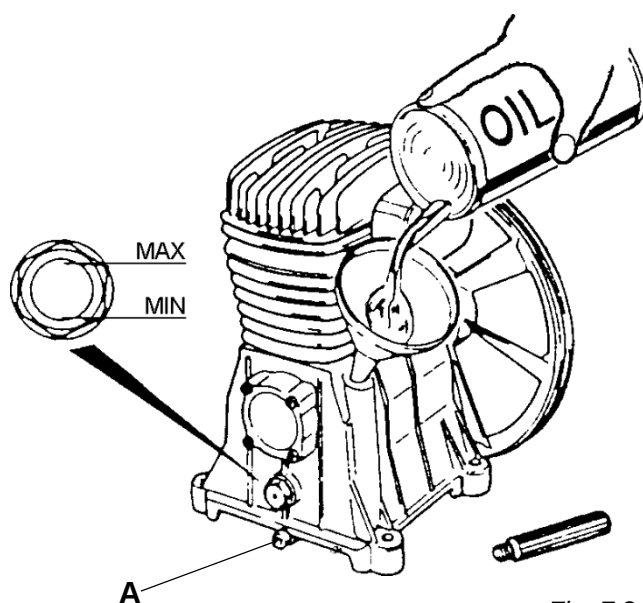

Fig. 7-3
7.3. Olieskift/aftapning (fig. 7-3)